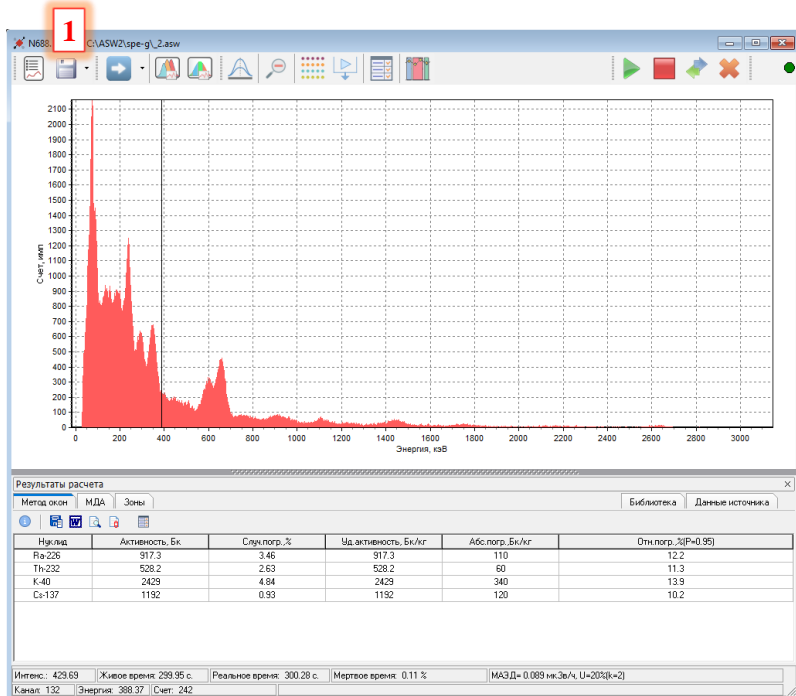

Рисунок 9. Результат обработки измеренного спектра методом окон: 1 – кнопка «Сохранить спектр».
5. Обработка спектра автоматически не производится. Необходимо выбрать в выпадающем меню кнопки «Расчет» (рисунок 1) вариант «Расчет (метод окон)». Программа обработает спектр методом окон и выдаст результат (рисунок 9).
6. Нажать кнопку «Сохранить спектр» (рисунок 9).